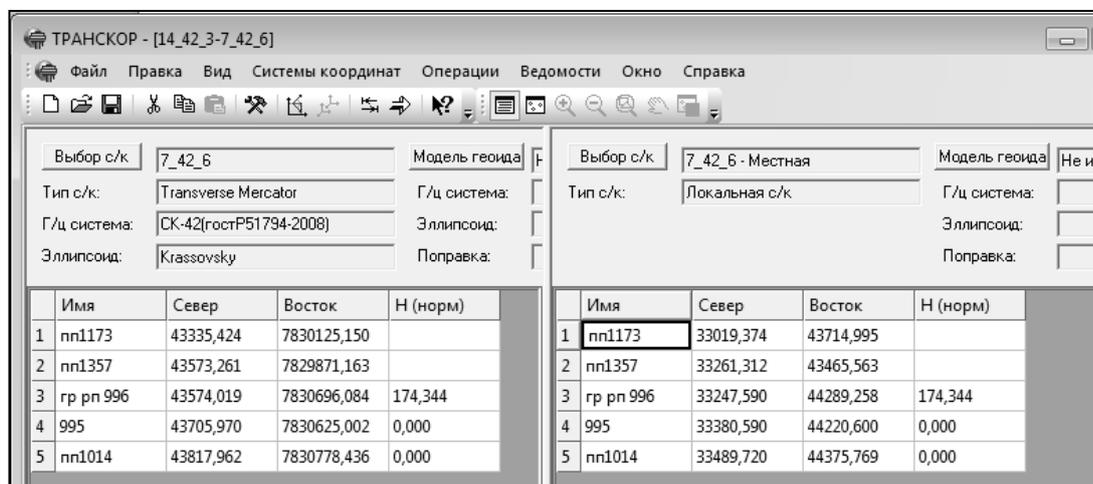

Рис.2.4.
6.1. При выполнении данной команды, в соответствии с ранее введенными значениями параметров, координаты всех пунктов будут пересчитаны из 7-й шестиградусной зоны в местную систему координат, результаты вычислений отобразятся в правой панели (рис.2.4).